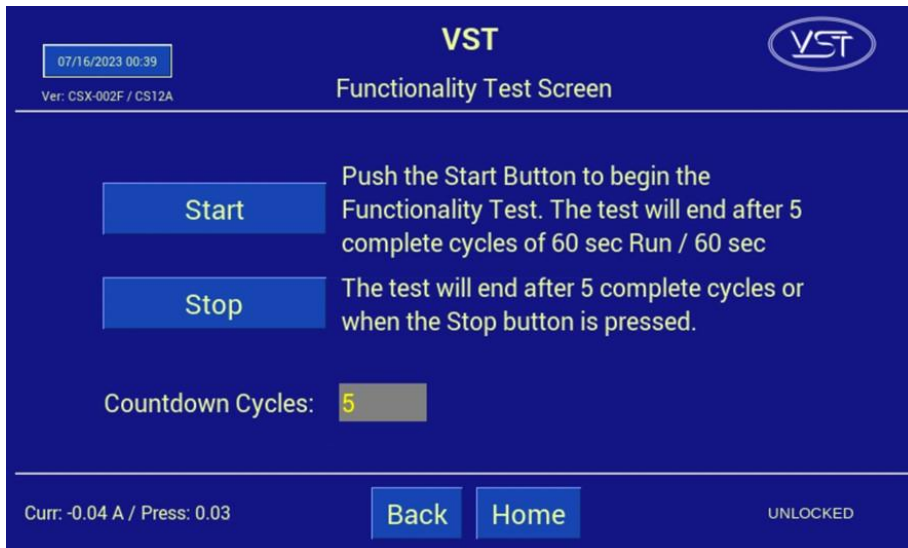

Figura 6-8: Pantalla de prueba de funcionalidad
3. Para iniciar la prueba de funcionalidad, presione el botón Start. **Vea la Figura 6-8.**